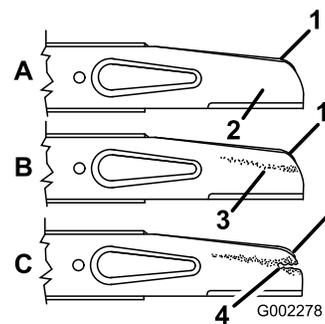

Рисунок 30
Внимательно проверьте остроту и степень износа ножа, особенно в месте соединения плоской и изогнутой частей ножа (Рисунок 30А). Проверяйте нож перед эксплуатацией машины, поскольку песок и абразивный материал могут стачивать металл между плоской и изогнутой частями ножа. Если вы заметите бороздку или износ (Рисунок 30В и Рисунок 30С), замените нож; см. раздел **Демонтаж ножа** (страница 31).
2. Удалите гайки крепления ножа, снимите акселератор и нож (Рисунок 30).